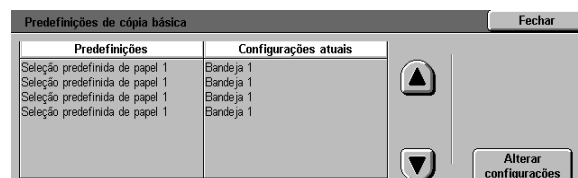

Figura 43: tela Predefinições de cópia básica
- 2 Toque no botão **Predefinições de cópia básica** para exibir a tela Predefinições de cópia básica, conforme ilustrado na Figura 43.